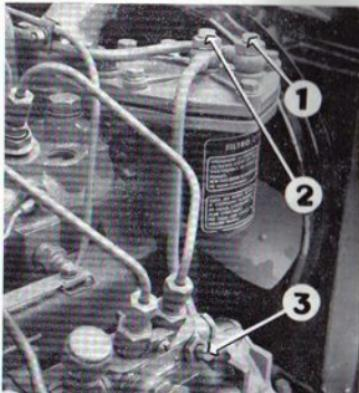

FIG. 10. — Purge d'air du filtre à combustible et de la pompe d'injection.
a) Dévisser d'un tour la vis de purge d'air placée sur le raccord d'arrivée du gas-oil au filtre à combustible (1 fig. 10).
Recommencer l'opération pour la vis de purge du raccord de sortie du filtre à combustible (2 fig. 10).
- b) Dévisser d'un tour la vis de purge située sur la pompe d'injection (3 fig. 10) et actionner à nouveau le piston de la pompe à main. Dès que le combustible sortira sans bulles d'air, rebloquer la vis et après quelques coups supplémentaires de pompe, revisser à fond le chapeau de cette dernière afin d'éviter des entrées d'air sur la périphérie du piston qui n'offre qu'une sécurité relative au point de vue étanchéité.